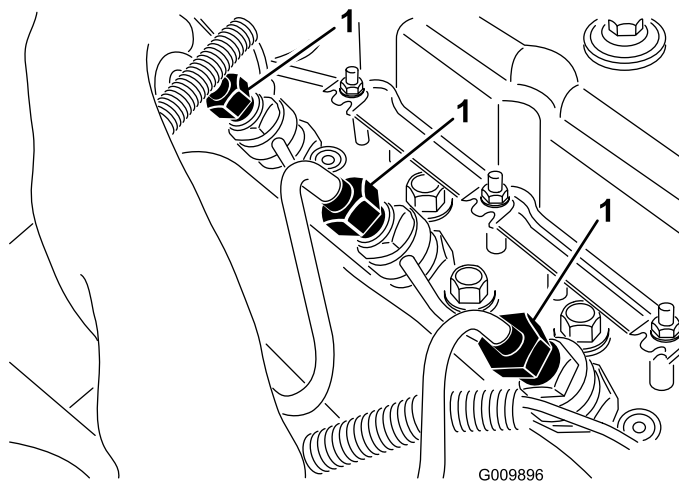

Figura 48
1. Liberte a tubagem que se encontra ligada ao primeiro bico e à estrutura de suporte da bomba de injeção (Figura 48).